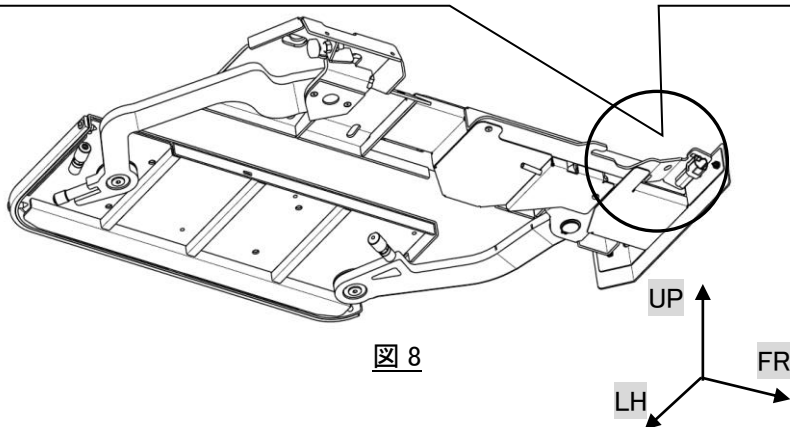

図 8
1. ステップスイッチを『OFF』にして、ステップ本体と車両側ハーネスを接続しているコネクタを外してください。(図8参照)